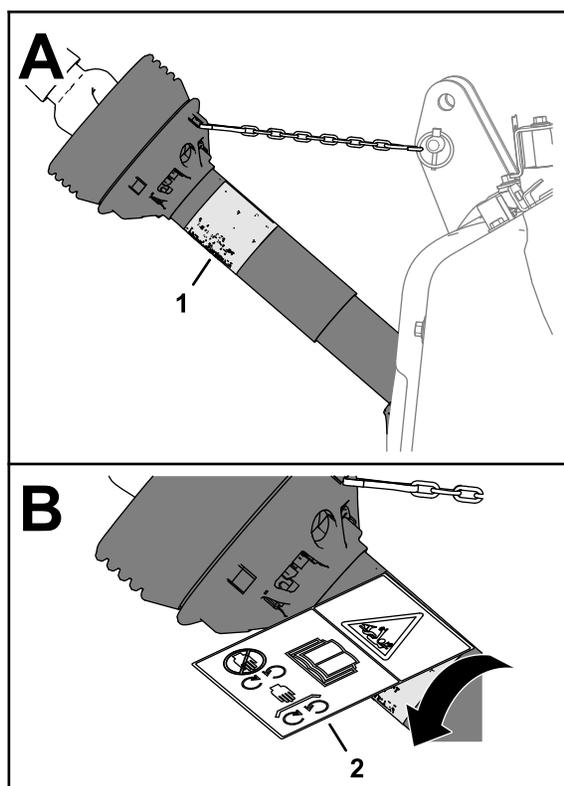

Рисунок 19
1. Поверните кожух вала, чтобы получить доступ к имеющейся наклейке с предупреждением об опасности затягивания (Рисунок 19).
4. Установите наклейку с предупреждением об опасности затягивания (стандарт CE) поверх существующей наклейки, предупреждающей об опасности затягивания (Рисунок 19).